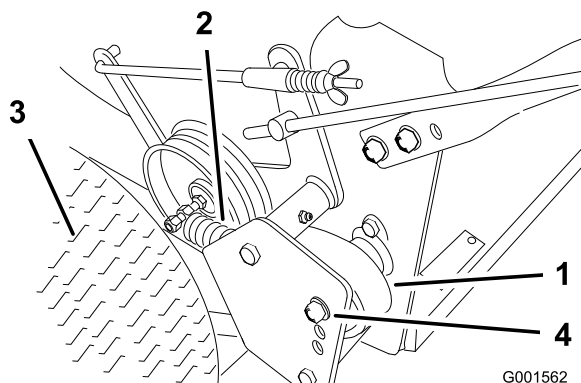

Figura 32
1. Retire el pasador de horquilla que sujeta la varilla del freno al brazo del freno para aliviar la tensión en la polea tensora de la correa (Figura 32).
2. Retire el perno inferior y afloje los pernos superiores del protector para poder girarlo y facilitar el acceso a la correa (Figura 32).
3. Eleve la correa, desacópela de la polea tensora y retírela de la polea de transmisión (Figura 32).
6. Sujete el deflector con los pernos retirados anteriormente, y apriete los pernos (Figura 32).
7. Sujete la varilla del freno al brazo del freno con un pasador de horquilla (Figura 32).